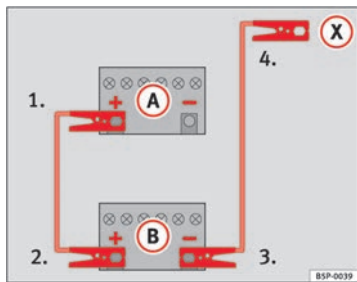

Abb. 230 Schema für das Anklemmen der Starthilfekabel
In der ⇒ Abb. 230 ist (A) die entladene Batterie und (B) die stromgebende Batterie.
1. Klemmen Sie ein Ende des roten Starthilfekabels an den Pluspol ⇒ Abb. 230 (+) des Fahrzeugs mit der entladenen Batterie ⇒ ⚠.
4. Klemmen Sie das andere Ende des schwarzen Starthilfekabels (X) beim Fahrzeug mit der entladenen Batterie an ein massives, fest mit dem Motorblock verschraubtes Metallteil oder an den Motorblock selbst an, jedoch nicht in der Nähe der Batterie ⇒ ⚠.